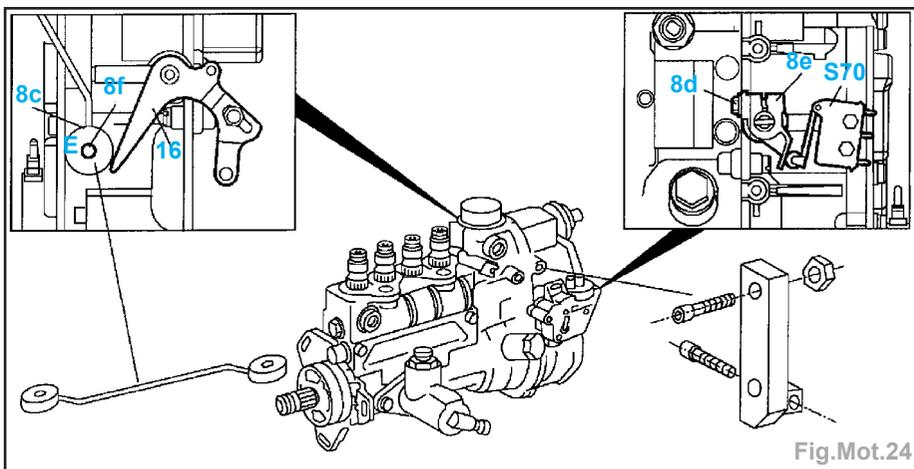

Fig.Mot.24
- Mettre la rondelle de réglage (8c) en position **E** (réglage) sur la vis (8f) de la pompe d'injection (Fig.Mot.24).